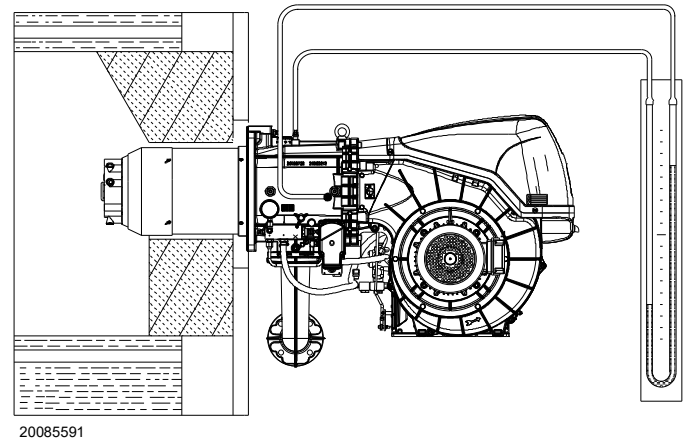

Abb. 30
- Montieren Sie ein U-Rohr-Manometer oder einen Differenzdruckmesser (Abb. 30), mit Entnahmestelle (+) am Gasdruck der Muffe und (-) in der Brennkammer. Damit soll annäherungsweise die Höchstleistung des Brenners mithilfe der Tab. L ermittelt werden.
Das U-Rohr-Manometer (Abb. 30) zeigt den Gaseintritt an der Muffe an.
Ein Richtwert kann der Tab. L auf S. 25 entnommen werden. Es genügt, den Gasdruck auf dem U-Rohr-Manometer abzulesen, siehe Abb. 30 auf S. 31 und den Anweisungen zu folgen.